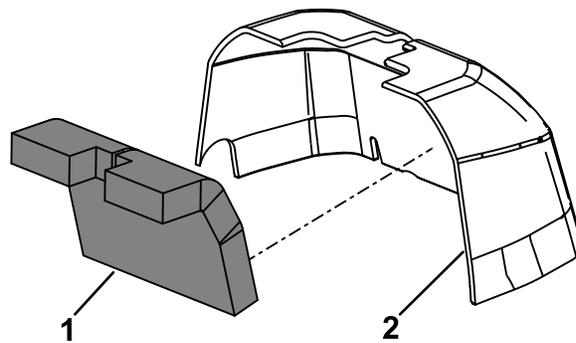

Bild 7
8. Entfernen Sie die Trägerfolie und bringen Sie die Lenkungsdämmung an der Lenkungsabdeckung an (**Bild 7**).